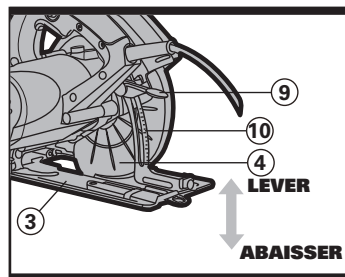

Fig 3
Soulevez le levier de verrouillage de la profondeur de coupe (9), et vous pouvez alors éloigner manuellement le corps de votre scie circulaire de la base (3). En vous référant à l'échelle graduée (10), réglez la profondeur de coupe désirée et abaissez le levier de verrouillage (9) (se référer aux Figures 3 et 4). Ajoutez toujours 3 mm (1/8 po) à la profondeur désirée pour que la lame puisse traverser l'épaisseur du matériel.